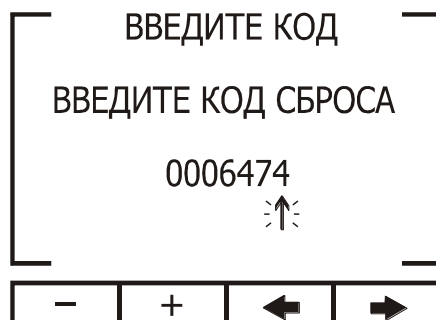

Рис. 28
3. Выберите пункт «Сброс мин.-макс.» и нажмите Enter. На дисплее появится экран ввода пароля (рис. 28):